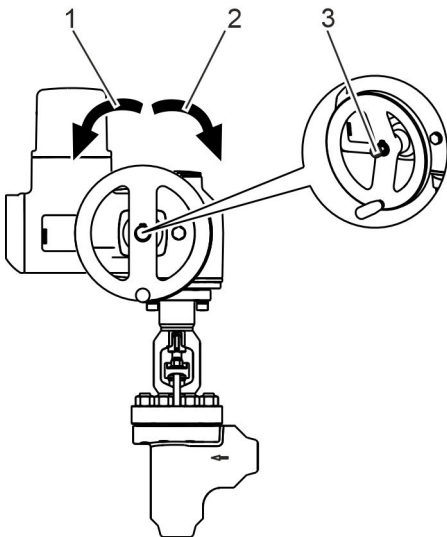

Abb. 19: Elektrischer Antrieb:
2. ▶ Handrad einkuppeln (Abb. 19/3).
- Drehen im Uhrzeigersinn (Abb. 19/2): Armatur schließen.
- Drehen gegen den Uhrzeigersinn (Abb. 19/3): Armatur öffnen.